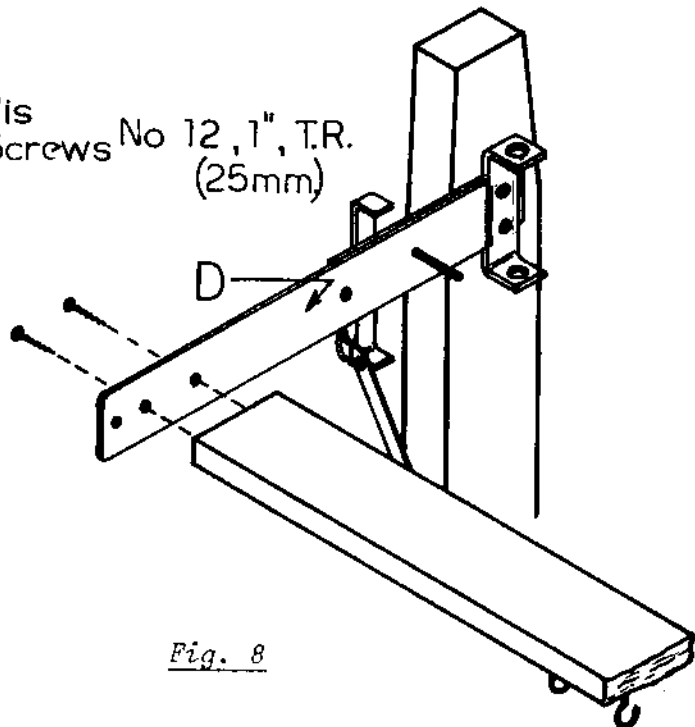

Fig. 8
Fixer la traverse horizontale dans les deux avant-derniers trous de l'extrémité des bascules D à l'aide de quatre vis à tête ronde No 12, de 1" (25 mm). (Fig. 8)
Fix the horizontal cross bar in the two next holes to the last from the end of the bascules D with four round-headed screws No 12, 1" (25 mm) long. (Fig. 8)
** Prendre soin de placer la traverse de façon à ce que les crochets soient en dessous. (Figure 8)
** Take care to place the cross bar so that the hooks are beneath. (Figure 8)